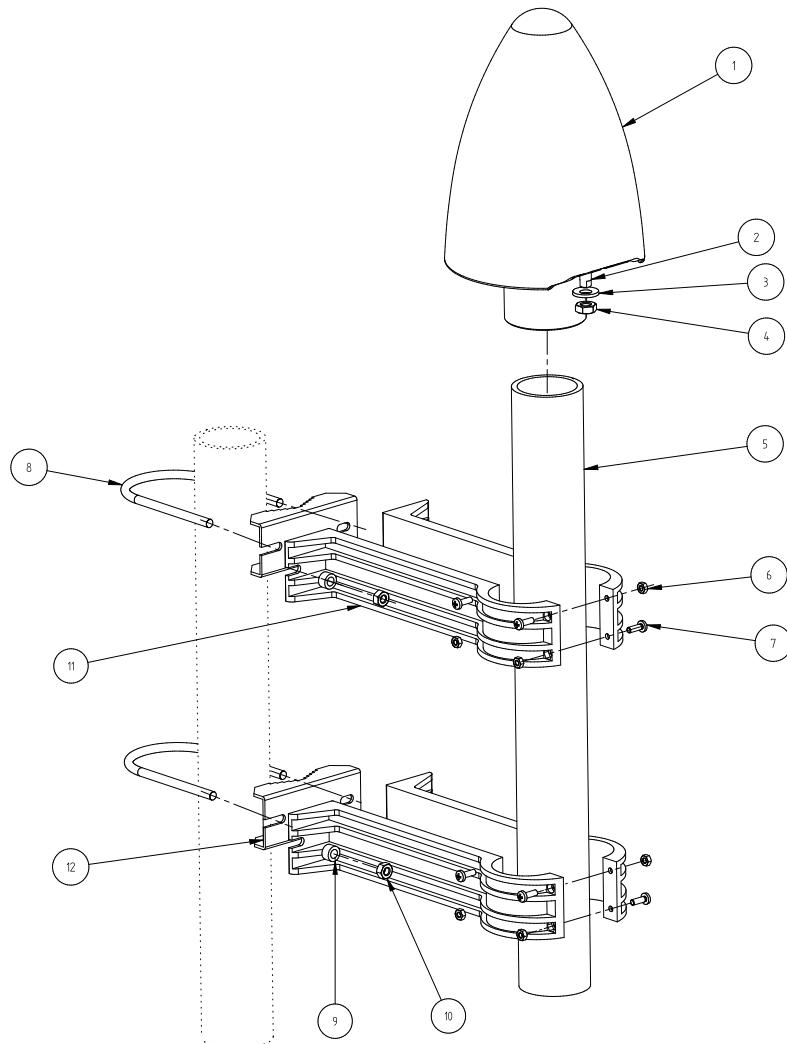
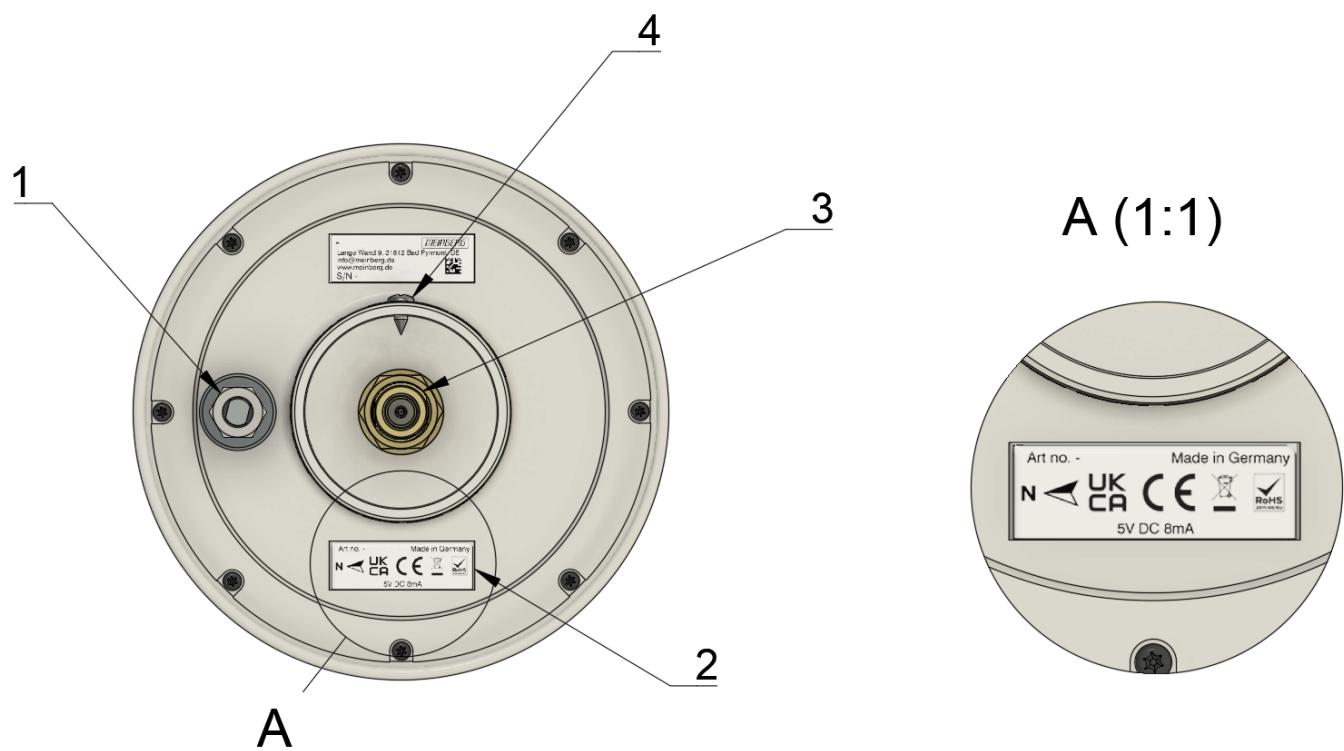

Abbildung 7.4: Montage einer Meinberg GNSS-Antenne an einem Mast
Abbildung 7.5: Unterseite GNMANTv2
■ Abb. 7.4 stellt die Montage einer Meinberg GNSS-Antenne an einem Mast dar.
1. Legen Sie das Antennenrohr (Pos. 5 in Abb. 7.4) in die dafür vorgesehenen Wölbungen der beiden Paare der Antennenrohr-Halter (Pos. 11). Befestigen Sie das Antennenrohr in jeder der beiden Antennenrohr-Halter, mit vier M4x12-Linsenkopf Kreuzschlitz (Pos. 7) und den entsprechenden M4-Sechskantmuttern (Pos. 6). Um sicherzustellen, dass das Antennenrohr (Pos. 5) so sicher wie möglich sitzt, sollten die oberen und unteren M4x12-Schrauben (Pos. 7) in jedem der beiden Antennenrohr-Halter aus entgegengesetzten Richtungen eingesetzt werden, wie in Abb. 7.4 gezeigt.
4. Führen Sie das eine Ende des Antennenkabels (N-Norm-Stecker) von unten durch das Antennenrohr (Pos. 5 in Abb. 7.4) sodass ca. 60 cm herausschauen. Schrauben Sie den N-Norm-Stecker mit dem notwendigen Anzugsdrehmoment von 1 Nm, auf die N-Norm-Buchse der Antenne (Pos. 4 in Abb. 7.5)
5. Beachten Sie nun den in → **Kapitel 7.1, „Planung der Antenneninstallation“** erwähnten „NRP“. Stellen Sie vor dem Fixieren der Antenne am Antennenrohr sicher, dass der Nordpfeil auf dem Aufkleber (Pos. 2 in Abb. 7.5) und der Erdungsanschlusspunkt (Pos. 1 in Abb. 7.5) zum geografischen Norden hin ausgerichtet sind. Nutzen Sie hierzu z.B. ein GPS-Gerät, Smartphone mit GPS-App oder einen Floating-Nadel Kompass.
6. Setzen Sie die Antenne bis zum Anschlag auf das Antennenrohr. Kontrollieren Sie nochmals die Nordausrichtung der Antenne. Schrauben Sie nun die Blechsraube (Pos. 4 in Abb. 7.5) im Sockel mit einem geeigneten Schraubendreher (Kreuzschlitz) fest und fixieren so die Antenne (Pos. 1 in Abb. 7.4) am Antennenrohr (Pos. 5 in Abb. 7.4).